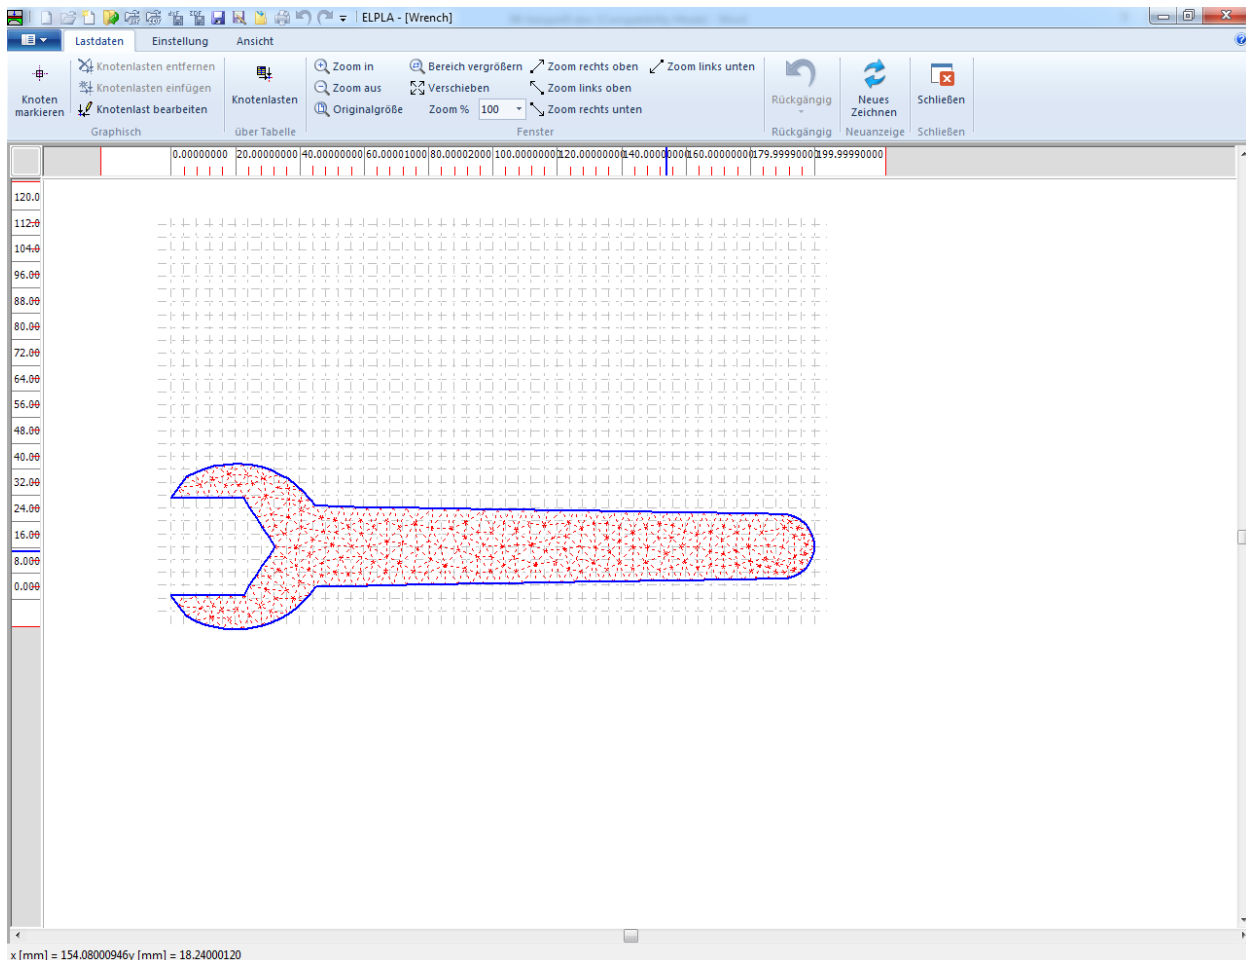
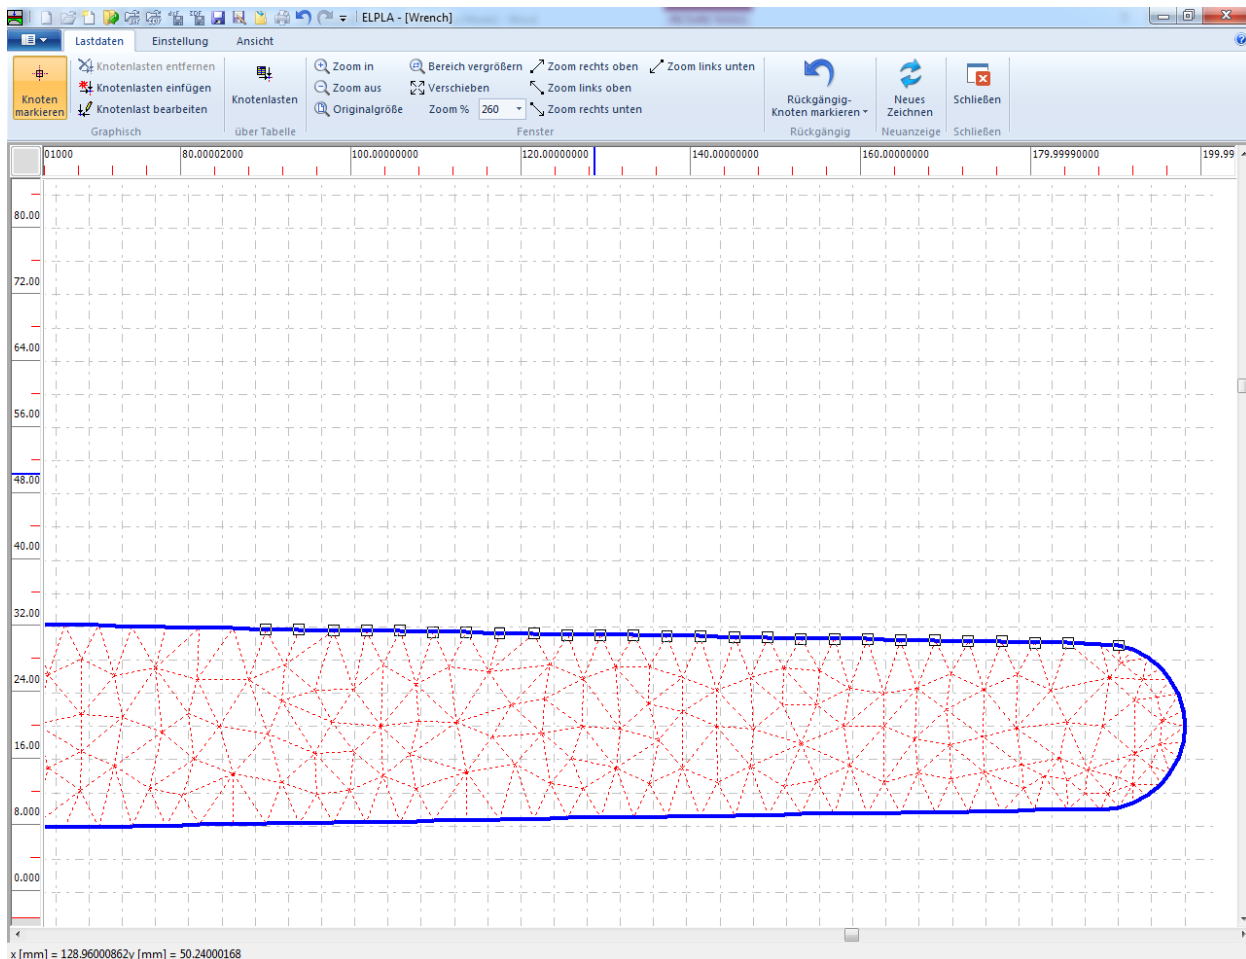

Bild 5.25 "Lastdaten" Fenster
Bild 5.26 Markieren der belasteten Knoten
- Wählen Sie den Befehl "Lastdaten" aus der Registerkarte "Daten". Das folgende Fenster (Bild 5.25) erscheint
- Wählen Sie "Knoten markieren" aus dem Menü "Graphisch" im Fenster von Bild 5.25. Wenn der Befehl "Knoten markieren" gewählt wird, ändert sich der Cursor von einem Pfeil zu einem Kreuz. Da die Gesamtlast 200 [N] über eine Länge von 100 [mm] und die Knoten mit etwa 4 [mm] Abstand generiert sind, wählen Sie 25 Knoten vom Ende des Gabelschlüssels, wie im Bild 5.26 gezeigt. Dann markieren Sie die belasteten Knoten